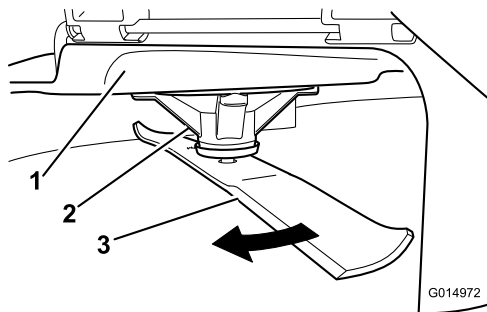

Figura 47
2. Llevando guantes fuertemente acolchados u otro tipo de protección apropiada para las manos, gire la cuchilla a medir lentamente hasta una posición que permita medir eficazmente la distancia entre el filo de corte y la superficie nivelada en la que descansa la máquina (Figura 47).